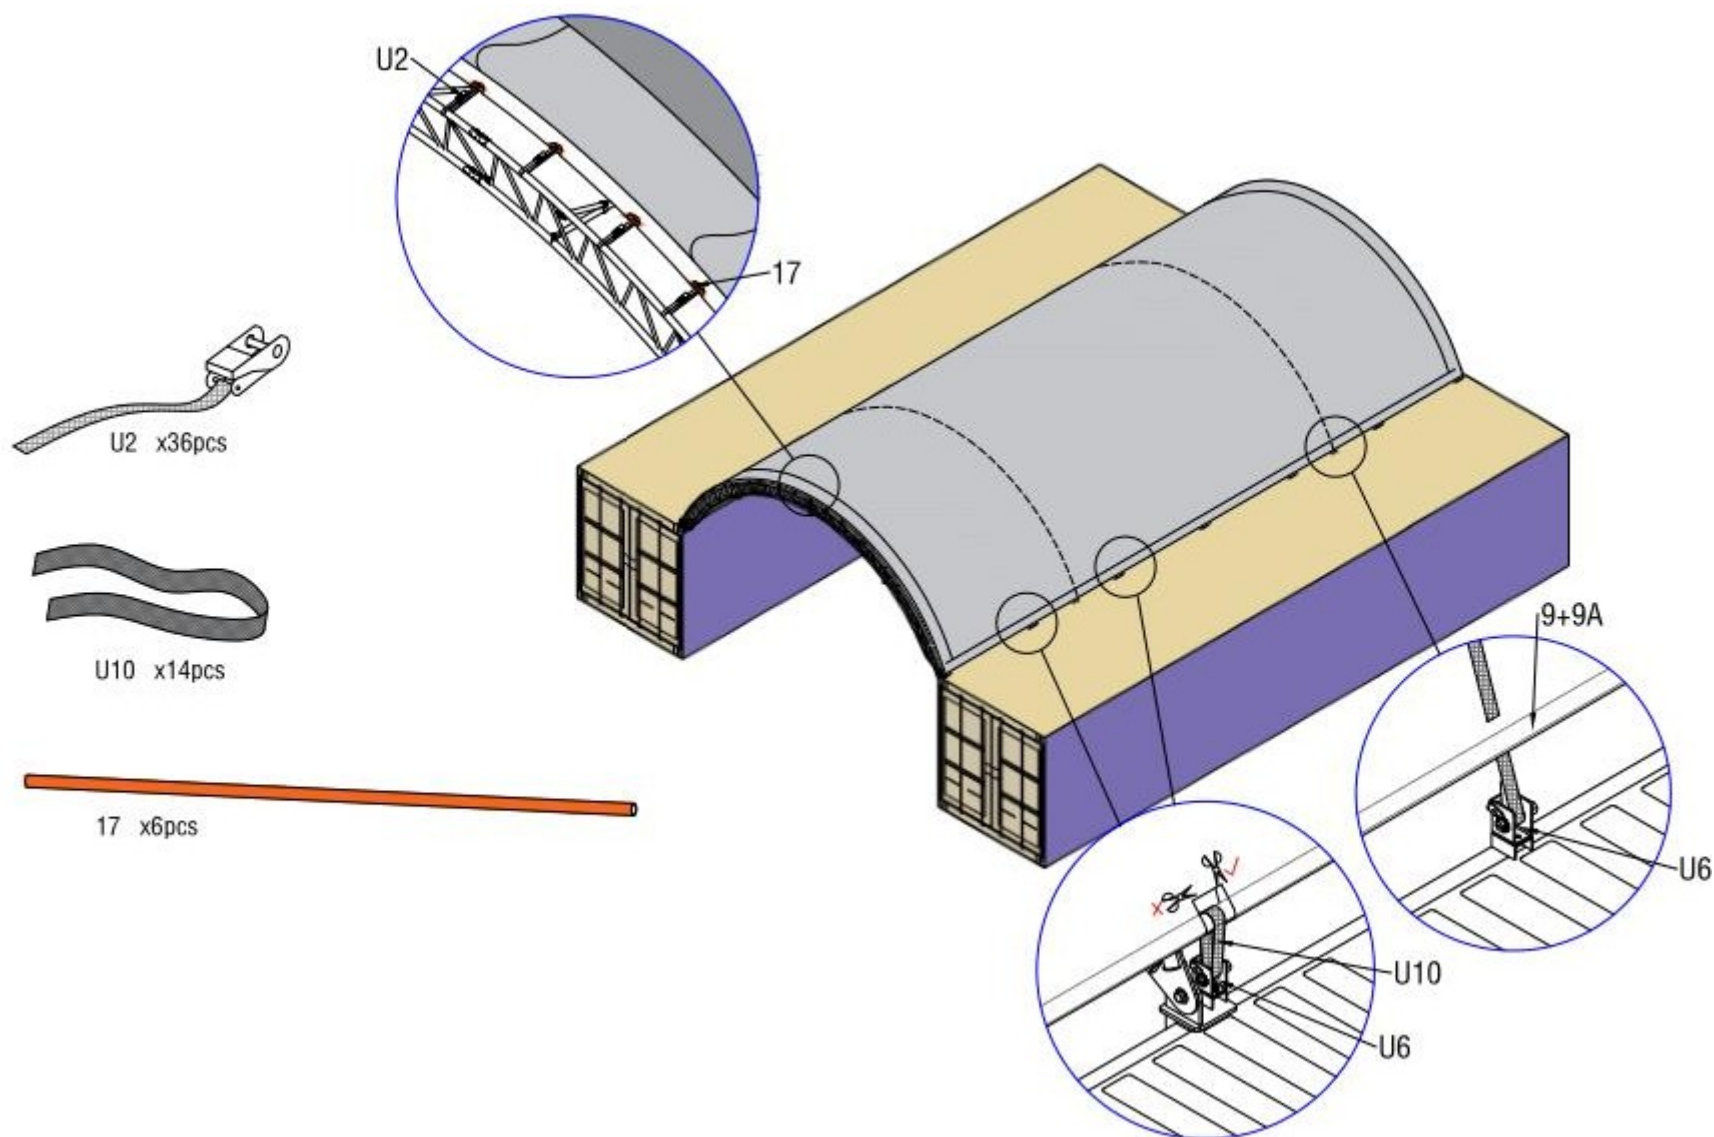

Figure 12
4. Insérez le tube PPR (pièce n° 17) dans l'extrémité du couvercle du toit à l'aide d'un petit cliquet avec sangles (pièce n° U2) vers l'arche, comme le montre la figure 12. Coupez ensuite la poche de tension inférieure du couvercle en fonction de l'emplacement de la plaque de base (**veuillez noter le sens de coupe, la coupe doit être perpendiculaire à la poche du couvercle, comme le montre la figure 12**). Insérez les sangles en nylon (pièce n° U10) dans le treuil, actionnez les sangles à cliquet du treuil d'arrimage d'avant en arrière, puis serrez la couverture de toit. La couverture de toit doit être correctement serrée, sans être trop tendue.